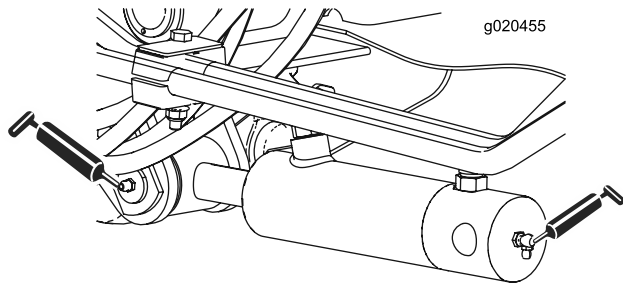

Figura 45
- Dois (cada lado) casquilhos do cilindro do braço de elevação (Figura 45)